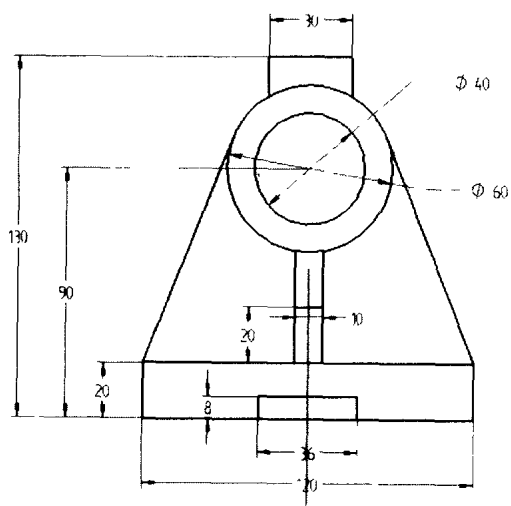

图 1-30
10. 利用智能尺寸标注命令[智能尺寸]、几何元素间的尺寸标注命令[几何尺寸]作尺寸约束（如图 1-30 所示）。